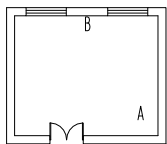

图 2-16 打开素材
**01** 按 Ctrl+O 组合键，打开配套光盘提供的“第 2 章/2.1.3 沿线绘管.dwg”素材文件，结果图 2-16 所示。